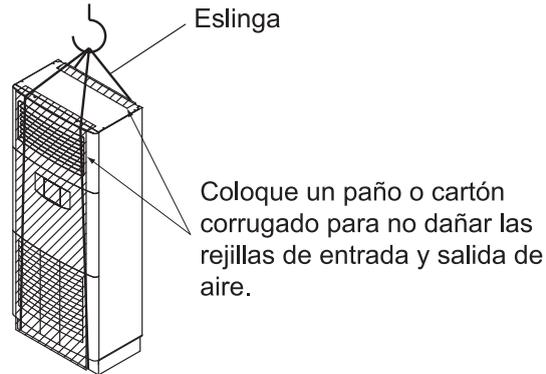

Fig. 1
- Cuando cuelgue la unidad para elevarla, utilice una eslinga de material blando (de tela, nailon, etc.) como se muestra a continuación. **(Refiérase a la Fig. 1)**
(1) Colgada en horizontal
(2) Colgada en vertical